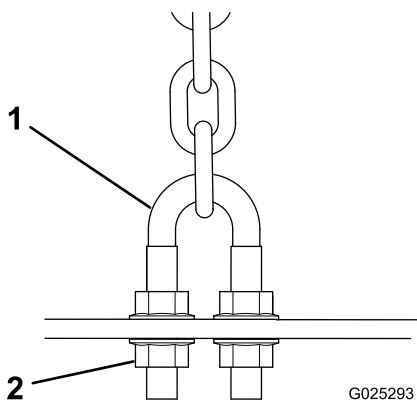
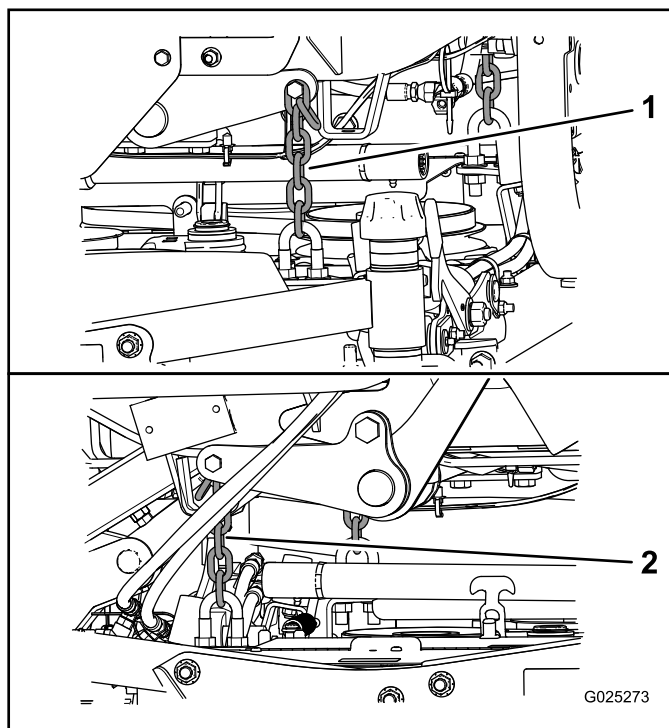

Рисунок 10
Рисунок 11
7. Отрегулируйте контргайки П-образного болта (Рисунок 10) крепления задних цепей деки (Рисунок 11) к деке газонокосилки, чтобы поднять заднюю часть деки так, чтобы шаг ножа был равен 8–11 мм.
дека газонокосилки была расположена горизонтально (Рисунок 11).